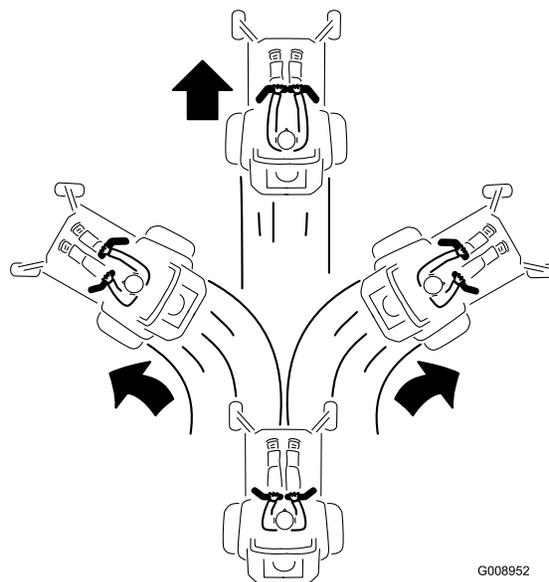

Figura 14
Para ir recto, aplique la misma presión a ambas palancas de control de movimiento (Figura 14).
Para girar, deje de empujar la palanca de control de movimiento del lado al que desea girar (Figura 14).
2. Para ir hacia adelante, empuje lentamente las palancas de control de movimiento hacia adelante (Figura 14).